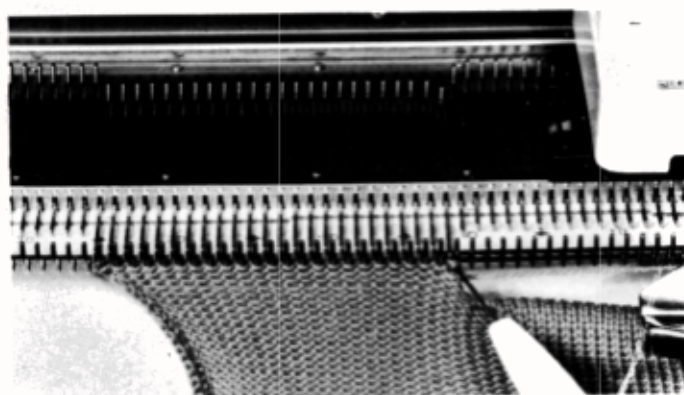

Fig. 169
– Reporter la 1° maille de droite sur l'aiguille voisine et mettre l'aiguille vide en position A (fig. 169)